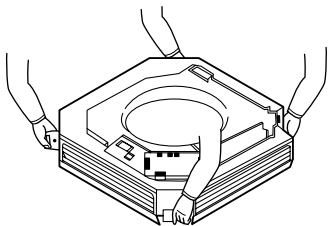

Рис. 10
- Отделите решетку воздухозаборника от корпуса. (См. рис. 10).